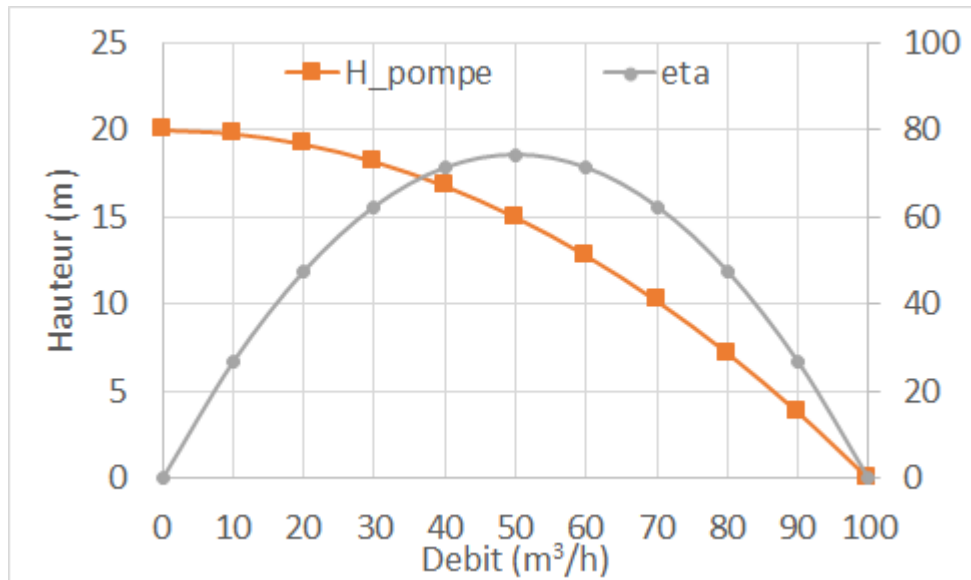

FIGURE 9 – Courbes machine et de rendement de la TORNADO 3000. L'équation de la courbe machine est $H_m = 20 - 2 \times 10^{-3} q_v^2$
1. Vérifier qu'au point de fonctionnement, la TORNADO 3000 délivre un débit d'au moins $50 \text{ m}^3/\text{h}$ et consomme moins de 3 kW . Votre bureau d'étude vous a fourni la courbe machine mesurée dans leur laboratoire (Figure 9).